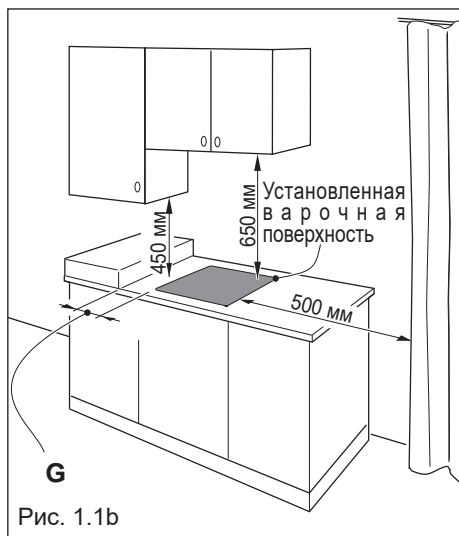

Рис. 1.1b
- Между варочной панелью и любым стеновым шкафом или вытяжным шкафом, расположенным непосредственно выше (см. Рис. 1.1b), должно быть расстояние не менее 650 мм.